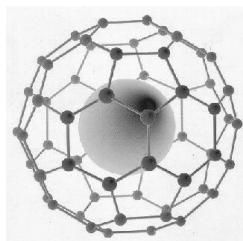

Рис. 7.36. Эндоэдральный комплекс $\text{La}@\text{C}_{60}$
9. Со сравнительно небольшими атомами металлов (например, лантаноидами) фуллерены образуют эндоэдральные комплексы⁸ (рис. 7.36), в которых атом металла находится внутри молекулы фуллерена. Однако размеры «ячеек» фуллерена таковы, что атом металла не может пройти через них. Как получают эндоэдральные комплексы?